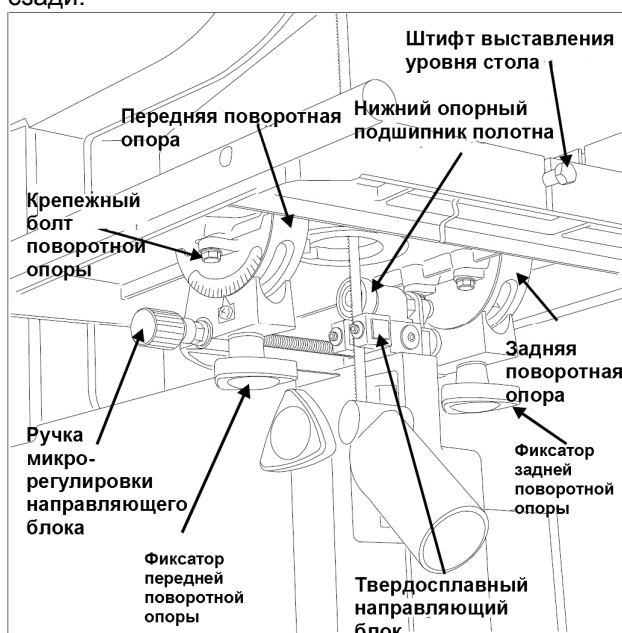

Рисунок 13. Узел нижней направляющей. Вид спереди.
4. Удалите штифт выставления уровня стола. У штифта плотная посадка в пазу. Но он без резьбы. (см. Рис. 13).